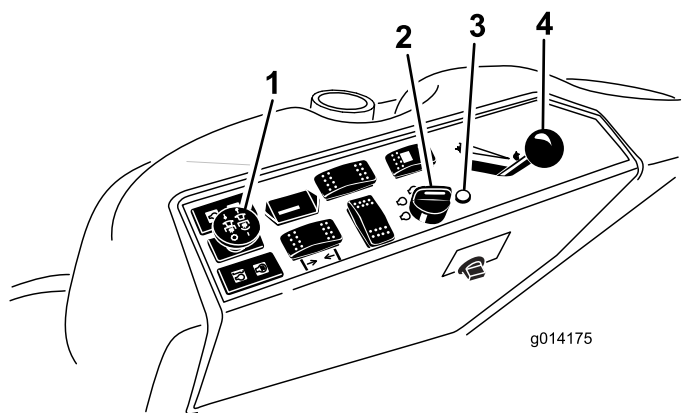

Figura 19
- Spostatate l'interruttore della presa di forza (PDF) in posizione di SPEGNIMENTO (Figura 19).
- Portate la leva dell'acceleratore al centro tra le posizioni di MASSIMA e MINIMA (Figura 19).